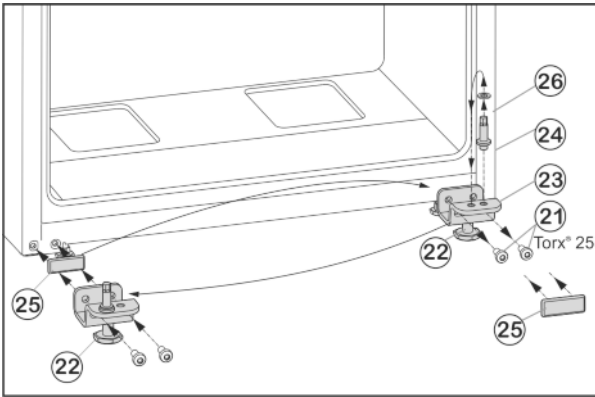

Fig. 7
- ▶ Svitare le viti di fissaggio Fig. 7 (21).
- ▶ Rimuovere completamente il cuscinetto di supporto inferiore Fig. 7 (23) con il perno del cuscinetto Fig. 7 (24), la rondella Fig. 7 (26) e il piede di regolazione Fig. 7 (22).
- ▶ Allentare completamente il perno del cuscinetto Fig. 7 (24) con la rondella Fig. 7 (26) nel foro di supporto situato nel lato opposto del cuscinetto di supporto e riavvitare saldamente.
- ▶ Estrarre con cautela la piastra di copertura Fig. 7 (25) e riapplicarla sul lato opposto.
- ▶ Riavvitare **saldamente (con 4 Nm)** tutto il cuscinetto di supporto inferiore Fig. 7 (23) con il perno del cuscinetto Fig. 7 (24), la rondella Fig. 7 (26) e il piede di regolazione Fig. 7 (22) sul nuovo lato della cerniera, eventualmente con l'aiusilio di un avvitatore a batteria.
- ▶ Appoggiare la porta inferiore dall'alto sul perno cuscinetto Fig. 7 (24).
- ▶ Svitare il piedino regolabile Fig. 7 (22) sul cuscinetto di supporto inferiore Fig. 7 (23), fino a farlo appoggiare sul pavimento.